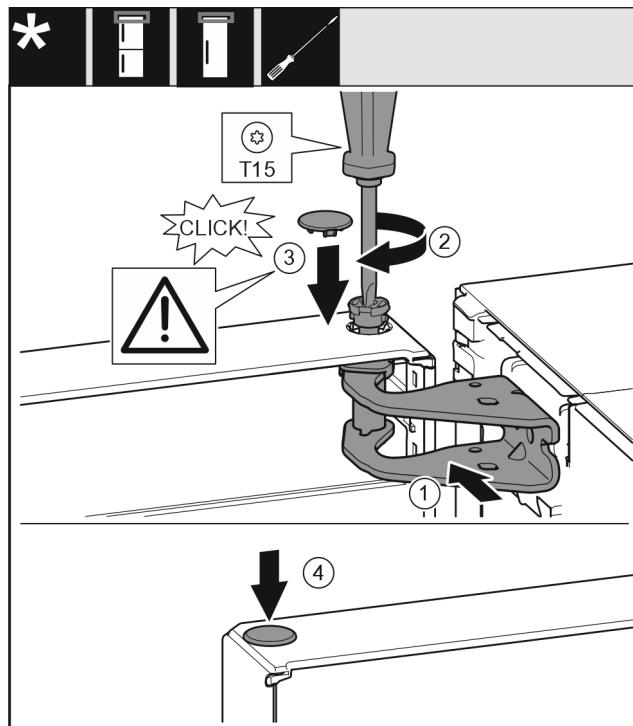

Fig. 19
- Dveře nahore vyrovnejte s otvorem ve stojanu ložiska. Fig. 19 (1)
- Vložte čep a pevně jej utáhněte šroubovákem T15. Fig. 19 (2)
- K zajištění dveří namontujte bezpečnostní kryt: Bezpečnostní kryt nasadte a zkontrolujte, zda přiléhá na dveře. V opačném případě čep zcela zasuňte. Fig. 19 (3)
- Vložte zátku. Fig. 19 (4)